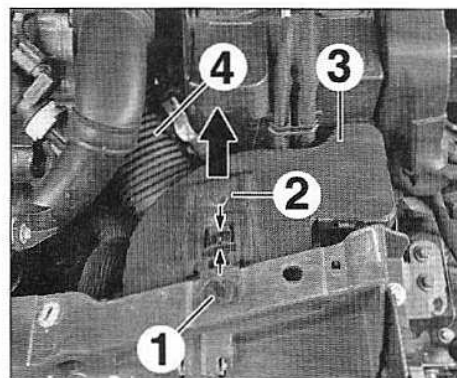
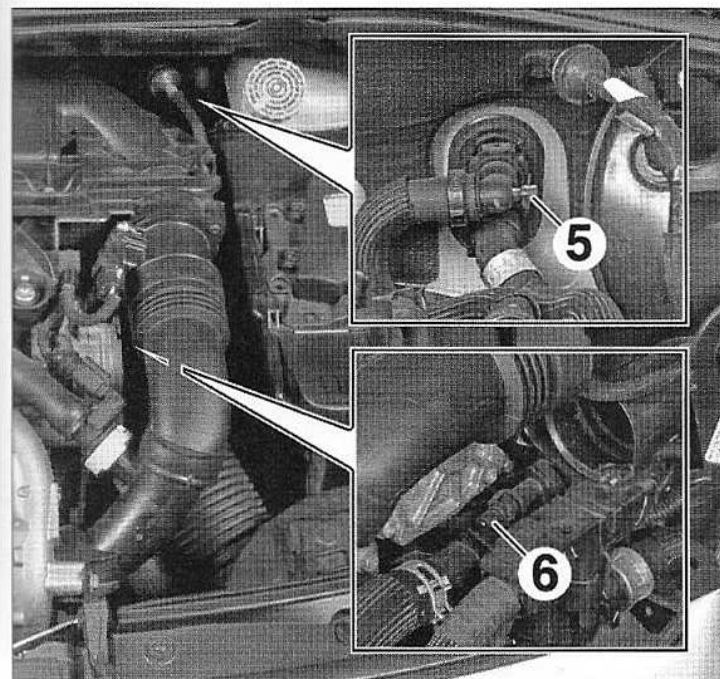

FIG.15
FIG.18
- Déposer l'agrafe (1) (Fig.15).
- Pincer les deux pattes du verrou (2) et le pousser vers l'habitacle.
- Déposer le résonateur d'air (3) avec le conduit d'air (4).
- Ouvrir la vis de purge (5) située sur la durite de chauffage (Fig.18).